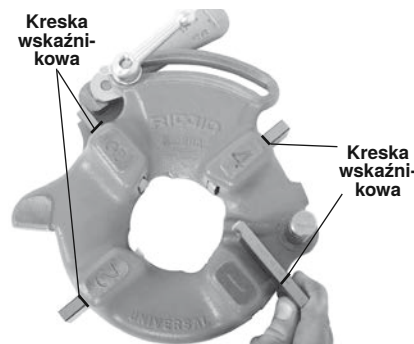

Rysunek 10 – Położenie otwarcia/zamknięcia dźwigni
2. Przesunąć dźwignię wyrzutnika w położenie OPEN (OTWARTY) (Rysunek 10).